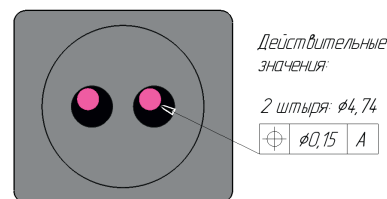

Рис. 4. Ситуация 3
Ситуация 3. Штыри изготовлены по нижнему пределу допуска с диаметром 4,74 мм (✓); такую величину называют размером минимума материала (LMS). Действительное позиционное отклонение осей также составляет $\varnothing 0,15$ мм (X). Размерный допуск пройден, а позиционный — нет, поскольку $\varnothing 0,15$ мм превышает $\varnothing 0,07$ мм (рис. 4). Ситуация аналогична предыдущему примеру. При независимом нормировании